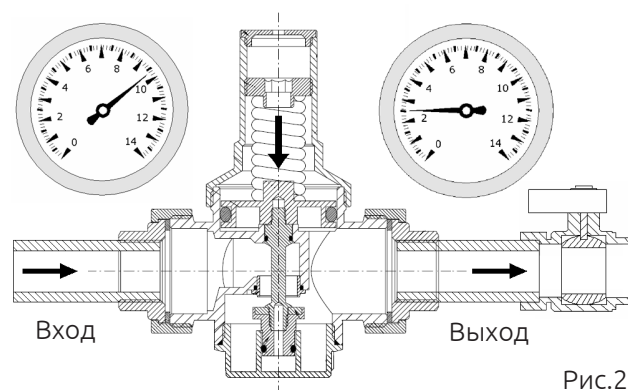

Рис.2
При открытии нескольких кранов происходит падение давления (Δp) на выходе, и последующее увеличение расхода (Q) как показано на рис. 2.